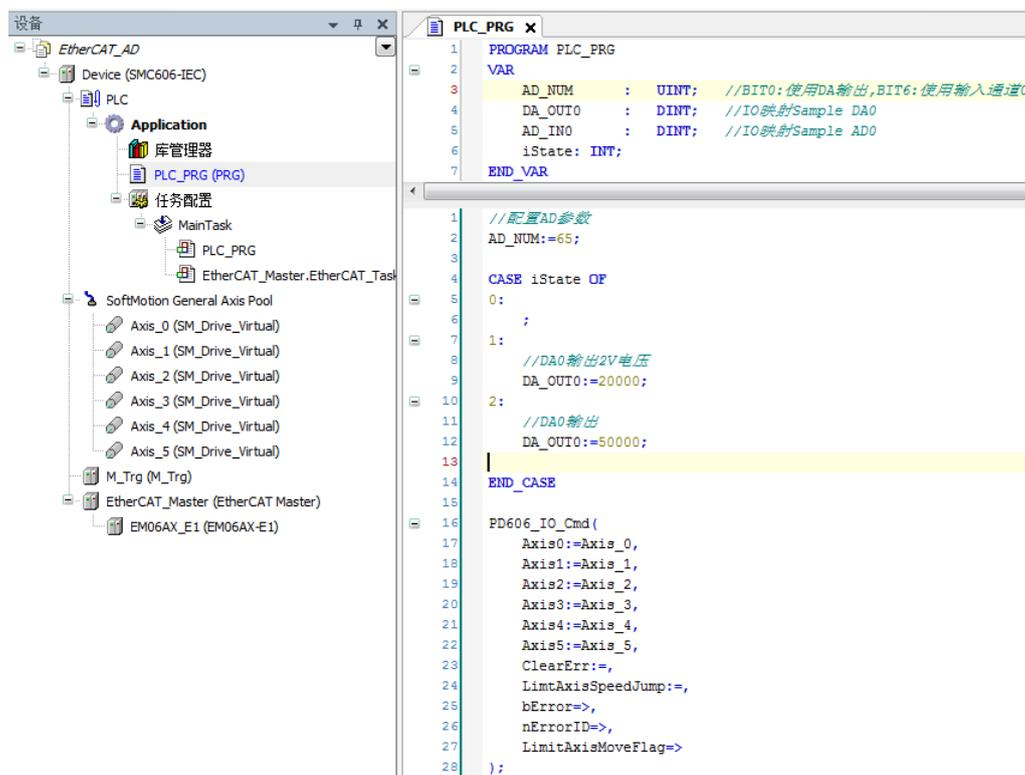

图 5.17 程序编码界面
(3) 编辑程序如下:
- 编写程序, 如下图 5.17 所示: